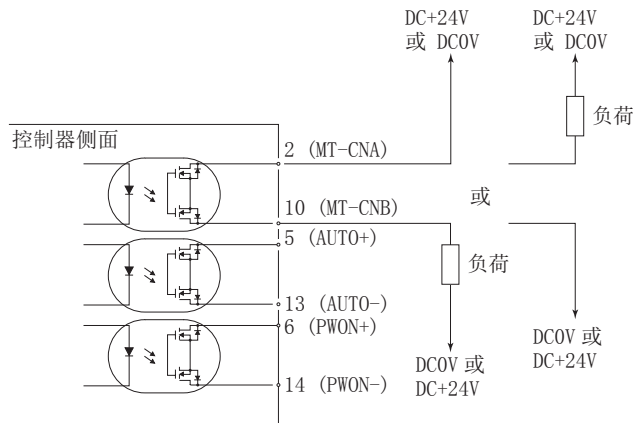

图 39
- 外加电压 (V) \leq DC+30V
用户需要另行准备输出电路的电源。建议对输入 / 输出连接器 B ④使用单独的电源。有关连接, 请参考图 39。